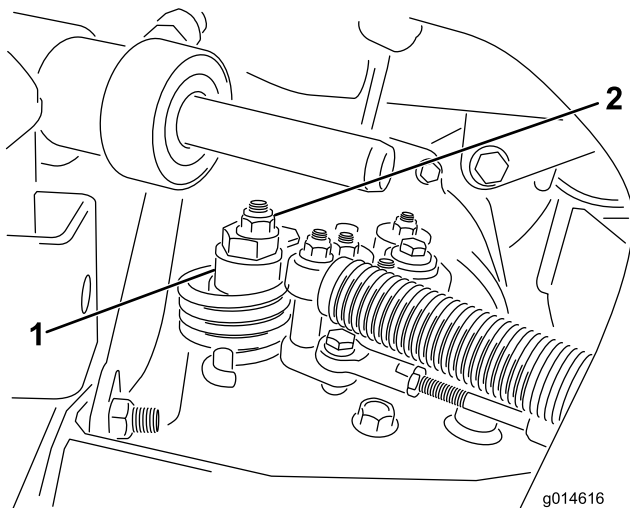

Bild 46
- A. Lösen Sie die Mutter, mit der der Exzenter oben am Hydrostat befestigt ist (Bild 46).
- C. Drehen Sie den Exzenter, bis kein Kriechen in jeder Richtung auftritt. Ziehen Sie die Schraube fest, wenn sich das Rad nicht mehr dreht, um den Exzenter und die Einstellung zu arretieren (Bild 46). Überprüfen Sie die Einstellung, wenn die Gasbedienung in der LANGSAM- und SCHNELL-Stellung ist.